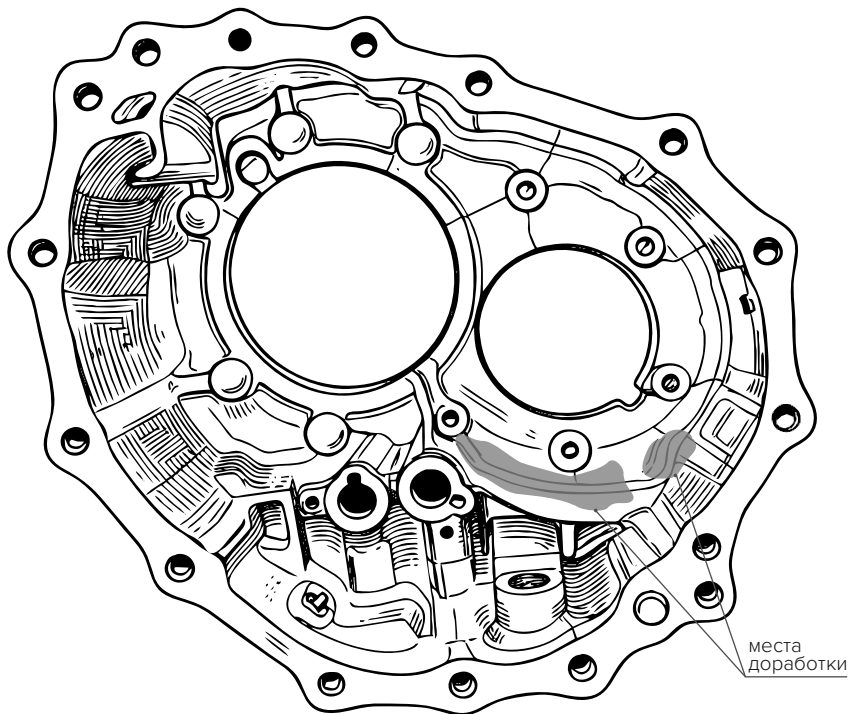

Рис. 2
10. Доработайте данный участок стенки картера раздаточной коробки используя УШМ или гравёр (см. раздел Инструменты) (Рис. 2).